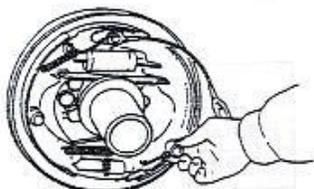

Рисунок 2-21
- (6) Установите возвратную пружину на тормозную колодку. См. рисунок 2-21.